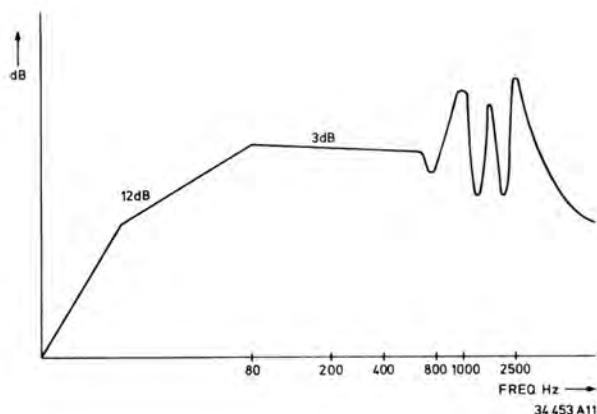

Fig. 1
- 3) Een onrustig gedrag vertoont vanaf  $> 800$  Hz ten gevolge van het opbreken van de conus (1000 Hz) en resonanties van de conus en het opneemelement (2800 Hz). Zie Fig. 1.